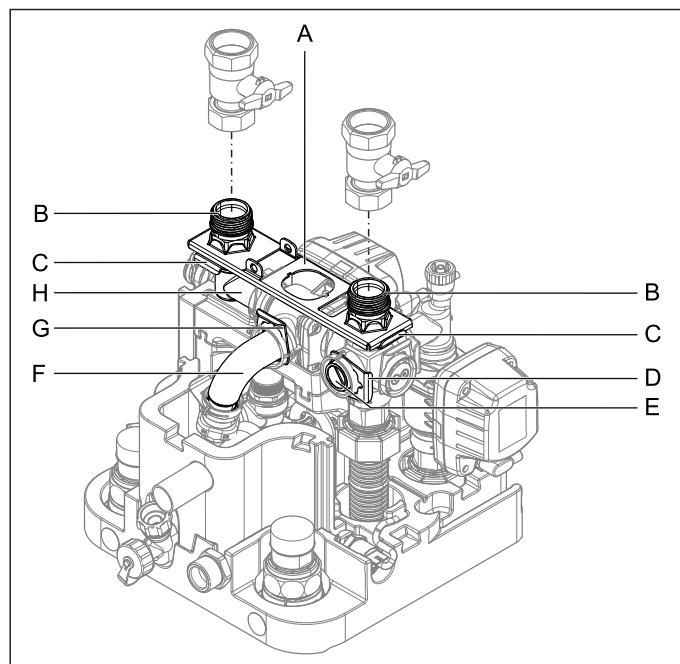
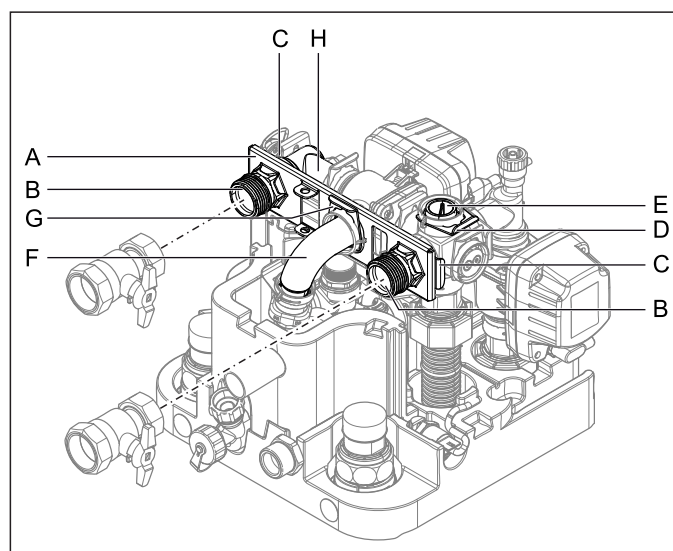

Bild 4-10 Anschlüsse Heizungsvor- und -rücklauf nach oben ausgerichtet
Bild 4-11 Anschlüsse Heizungsvor- und -rücklauf nach hinten ausgerichtet
- Beide Steckbügel der Anschlusskupplungen (Bild 4-10, Pos. C) abziehen.
- Beide Anschlusskupplungen (Bild 4-10, Pos. B) abziehen.
- Halteblech (Bild 4-10, Pos. A) abnehmen.
- Steckbügel des Verschlussstopfens (Bild 4-10, Pos. D) abziehen.
- Verschlussstopfen (Bild 4-10, Pos. E) herausziehen.
- Winkelstück (Bild 4-10, Pos. H) um 90° nach hinten drehen.
- Steckbügel des Krümmers (Bild 4-10, Pos. G) abziehen.
- Krümmer (Bild 4-10, Pos. F) vorsichtig so weit nach hinten aus seiner horizontalen Aufnahme ziehen, dass das Halteblech (Bild 4-11, Pos. A) senkrecht dazwischengeschoben werden kann.
- Halteblech zwischen den Krümmer und seine horizontale Aufnahme schieben und Krümmer (Bild 4-11, Pos. F) durch das mittlere Loch des Halteblechs wieder in seine Aufnahme stecken.
- Krümmer mit Steckbügel (Bild 4-11, Pos. G) wieder in seiner Aufnahme sichern.
- Beide Anschlusskupplungen (Bild 4-11, Pos. B) durch das Halblech in die seitlichen Aufnahmen stecken.
- Beide Anschlusskupplungen mit Steckbügeln (Bild 4-11, Pos. C) in ihren Aufnahmen sichern.
- Verschlussstopfen (Bild 4-11, Pos. E) in die obere Aufnahme stecken.
- Verschlussstopfen mit Steckbügel (Bild 4-11, Pos. D) sichern.